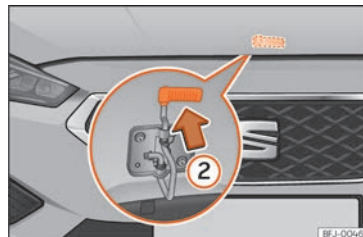

Fig. 240 Came baixo o capou.
- Para levantar o capô faça pressão para cima sobre a alavanca situada debaixo do capô » Fig. 240 (2). O gancho de fixação fica desbloqueado.